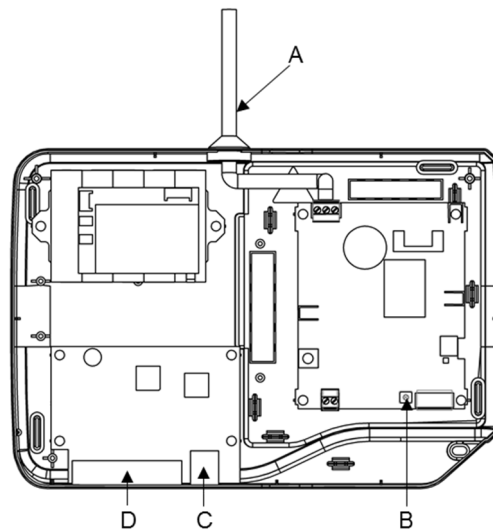

Figure 6.2: Vue de l'intérieur
- Appuyer sur le bouton arrêt fonction secours (Bouton poussoir déconnexion backup - voir sur la Figure 6.2 dans chapitre 6.4).